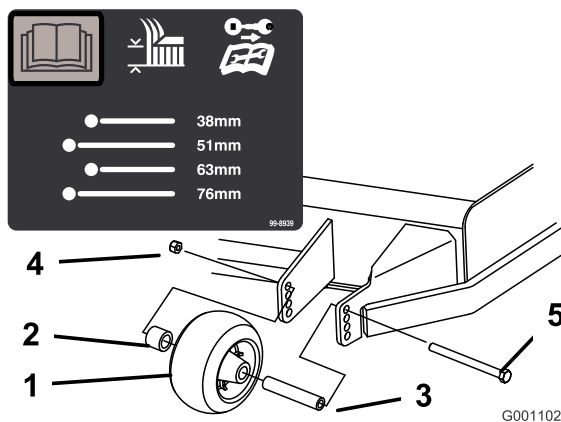
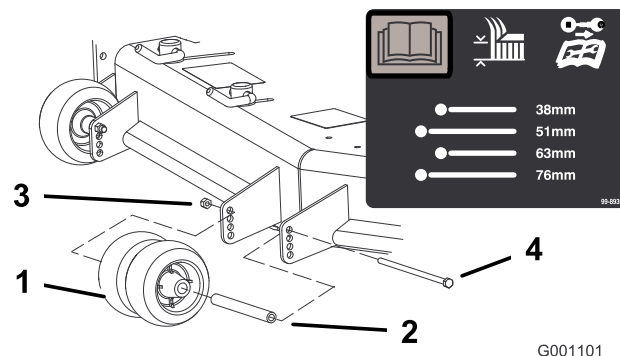
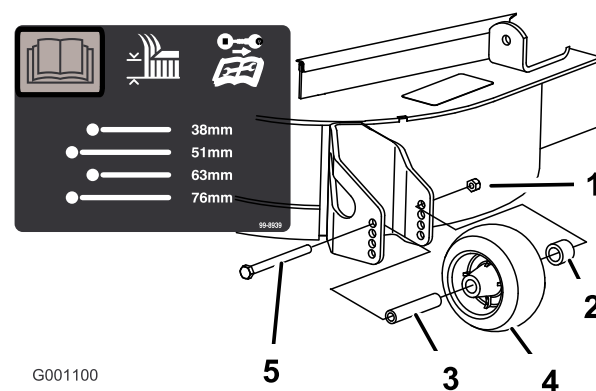

Bild 20
Bild 21
Bild 22
- Nach dem Einstellen der Schnitthöhe sollten Sie die Rollen einstellen. Nehmen Sie die Bundmutter, die Buchse, das Distanzstück und die Schraube ab (Bild 20, Bild 21 und Bild 22).
Hinweis: Die beiden mittleren Rollen haben keine Distanzstücke (Bild 21).
- Setzen Sie die Bundmutter, die Buchse, das Distanzstück und die Schraube ein. Ziehen Sie auf 54 bis 61 Nm fest (Bild 20, Bild 21 und Bild 22).